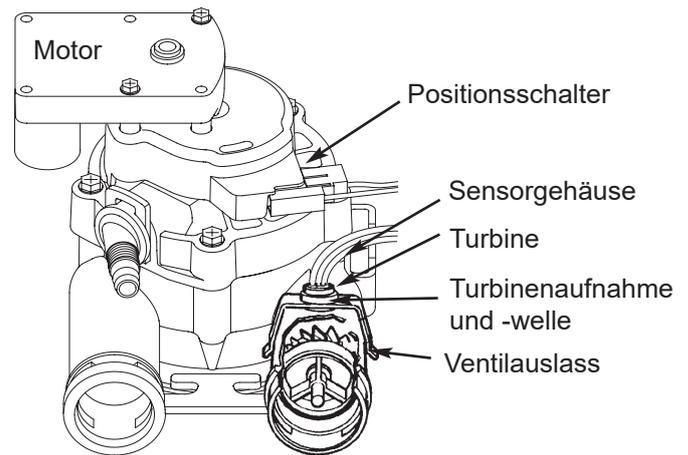

Abb. 20
9. Wenn sich der auf dem Display angezeigte Wert bei geöffnetem Wasserhahn nicht ändert, trennen Sie den Kabelstrang am Ventilauslassanschluss (siehe Abb. 20).